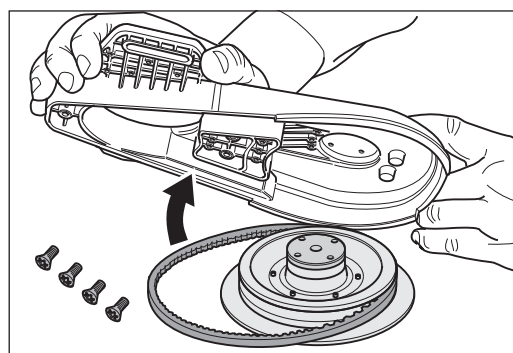

Abb. 43 Den Vorsatz von dem kompletten Schleifteller abnehmen.
- 10 Nehmen Sie den Vorsatz von dem kompletten Schleifteller ab (Abb. 43).